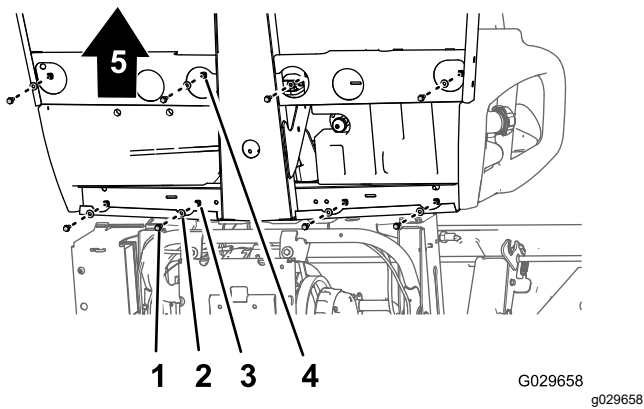
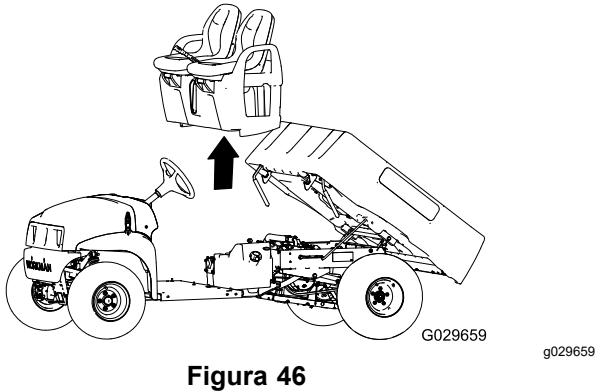

Figura 45
Figura 46
1. Na parte inferior da máquina, retire os 8 parafusos de cabeça flangeada e as 8 anilhas que prendem a base do banco à placa do chassi e ao canal da cabina traseira (Figura 45).
2. Cuidadosamente, levante os bancos, a base do banco e os cabos do travão de estacionamento da máquina (Figura 45).
1. Levante os bancos e a base do banco para a máquina e alinhe os cabos dos travões com o chassis (Figura 45 e Figura 46).
2. Alinhe os furos na base do banco com os furos na placa do chassi e no canal da cabina traseiro (Figura 45 e Figura 46).